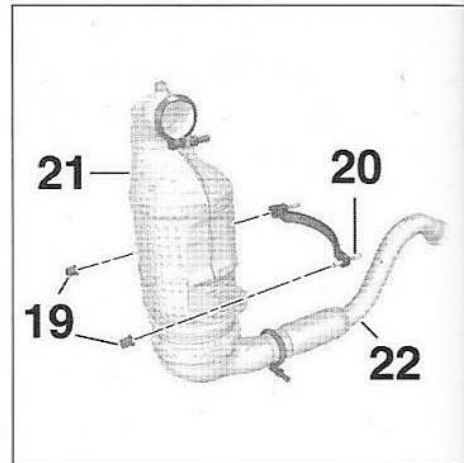

FIG.131
- Déposer (Fig.131) :
- les écrous (19),
- le goujon (20).
- Extraire l'ensemble catalyseur/filtre à particules (21).